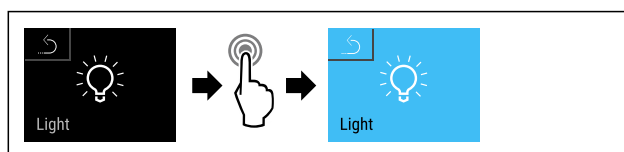

Fig. 70
► Seguir los pasos de procedimiento (consulte Fig. 70) .